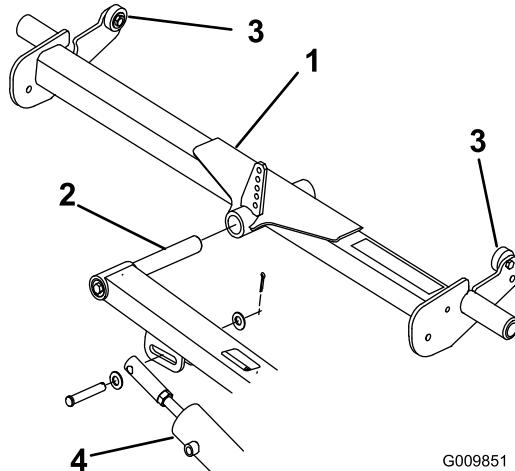

Figura 3
- Deslice el bastidor trasero sobre la varilla de pivote del brazo de elevación trasero (Figura 3). No instale el bastidor en la unidad de corte en este momento.
entre en contacto con la parte inferior del estribo (Figura 3).
- A. Retire el pasador que fija el extremo del émbolo del cilindro de elevación al brazo de elevación (Figura 3).
- D. Apriete la tuerca hexagonal y conecte el extremo de la varilla del cilindro al brazo de elevación (Figura 3).